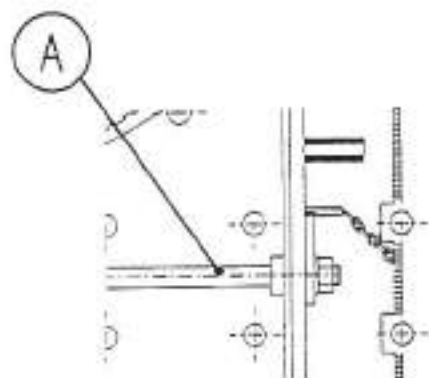

fig. 2
- accertarsi che la macchina sia perfettamente chiusa con i tiranti di chiusura fig. 2/A bloccati;